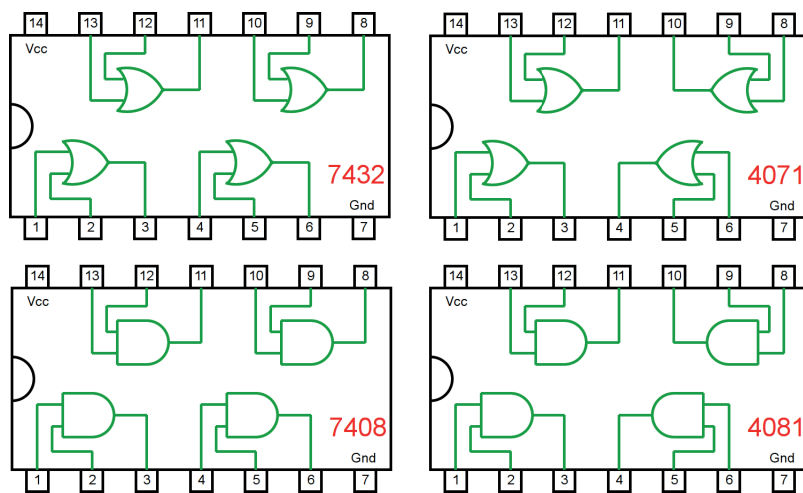

Figura 4.26 – Circuitos integrados TTL e CMOS.
- a) Coloque os circuitos integrados (TTL e/ou CMOS da figura 4.26) nas posições indicadas.
- d) Conecte os fios verdes. Os fios verdes estão conectados ao terra e portanto fornecendo valor lógico (0) às entradas de todas as portas do CI.